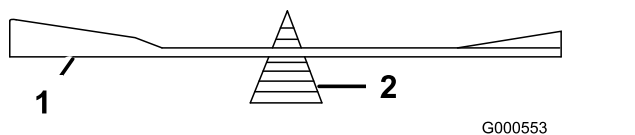

Figura 67
2. Verifique o equilíbrio da lâmina colocando-a num equilibrador de lâminas (Figura 67).